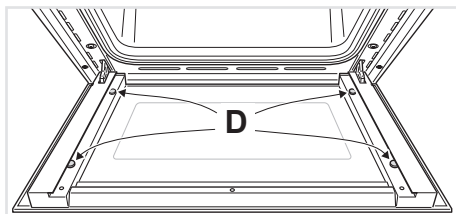

Abb. 7.20
- Überprüfen Sie, ob sich die vier Abstandhalter **"D"** in ihrer Position befinden (Abb. 7.20).